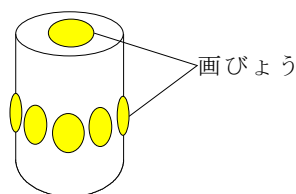

図1 回転子
- 1 画びょうをフィルムケースの底の中心に刺す。また、8個の画びょうをフィルムケースの口から2 cmの円周上に等間隔に刺し、回転子とする（図1）。